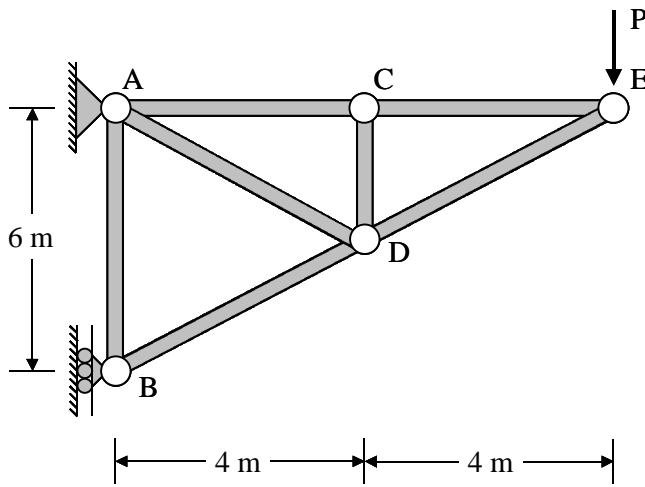

Fig. 3
3. A truss is subjected to a load P at E as shown in Fig.3. All members have the same square cross-section of $2 \text{ cm} \times 2 \text{ cm}$ and the Young's modulus of the material is $E = 14 \text{ GPa}$ (25 points).
- Un treillis est soumis à une charge P en E tel qu'illustré à la Fig.3. Toutes les membrures ont la même section carré de $2 \text{ cm} \times 2 \text{ cm}$ et un module d'Young $E = 14 \text{ GPa}$ (25 points).